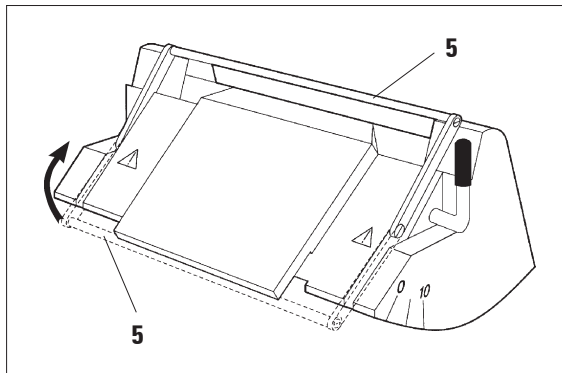

Fig. 4
För att täcka eggen, för bygeln (5) uppåt som fig. 4 visar.